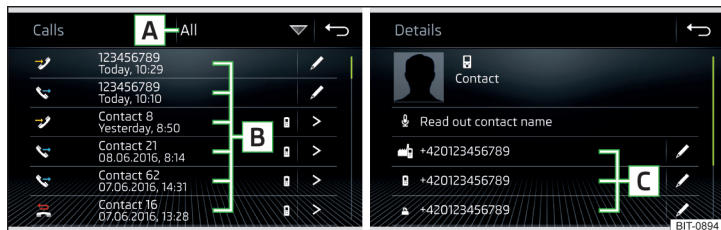

Fig. 207 Lista de llamadas / detalle del contacto
- ▶ En el menú principal **Teléfono** pulse la superficie funcional , se muestra una lista de llamadas » **fig. 207**.
- > Visualización del detalle del contacto » **fig. 207**